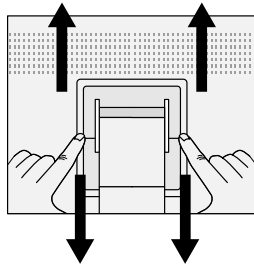

Figure S.2
4. Appuyez sur la partie "▼" avec votre index et faites glisser simultanément le couvercle inférieur du support. (**Figure S.2**)